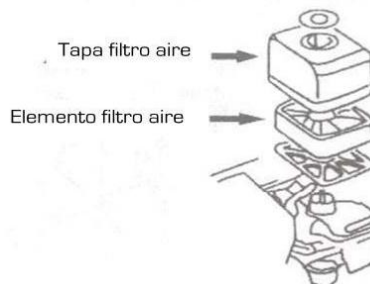

Fig. 9
- 2) Controlar el filtro y limpiarlo si es necesario. (fig. 9).